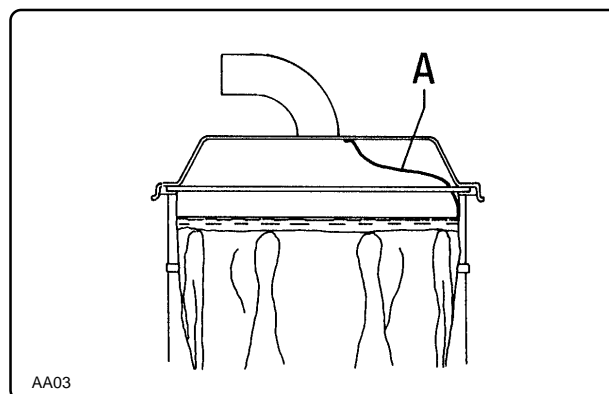

Fig. 7.5.5
7.5.3 - Sostituzione del filtro negli aspiratori nella categoria d'impiego "B1" fig. 7.5.5
7.5.3 - Changing the filter on "B1" version vacuum fig. 7.5.5